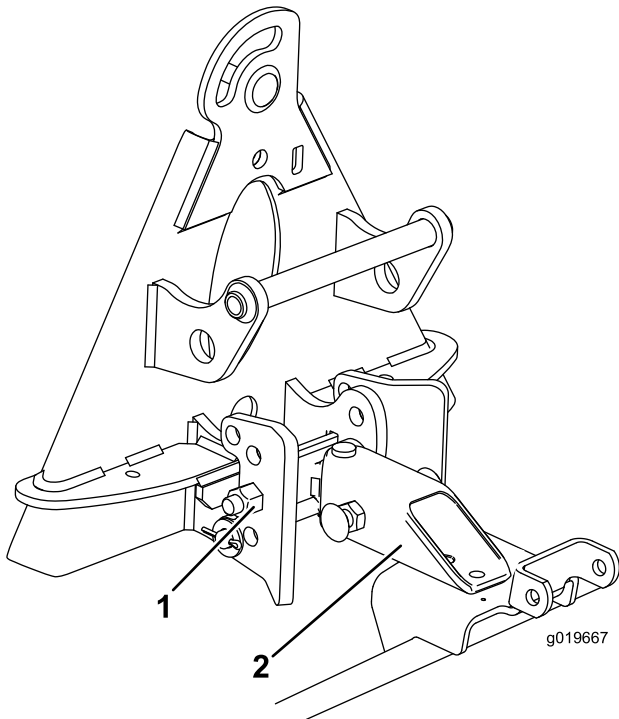

Bild 14
1. Befestigen Sie die Anbauvorrichtung in den unteren Löchern der Anschlaghalterung (Bild 14).
2. Fluchten Sie die längere Seite des Anhängerkupplungsrohr nach unten aus und montieren sie an der Oberseite des Hängeprofils (Bild 14).